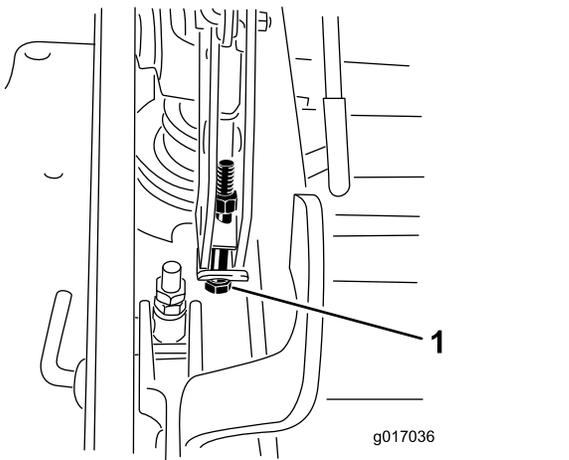

Figura 100
12. Si la carcasa está demasiado baja, apriete el perno del ajuste de un solo punto girándolo en el sentido de las agujas del reloj. Si la carcasa está demasiado alta, afloje el perno del ajuste de un solo punto girándolo en el sentido contrario a las agujas del reloj (Figura 100).